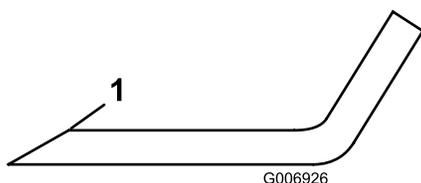

Figure 33
1. Au moyen d'une lime, aiguisiez les tranchants aux deux extrémités de chaque lame (Figure 33). Veillez à conserver l'angle de coupe d'origine. Limez la même quantité de métal sur les deux tranchants pour ne pas déséquilibrer la lame.